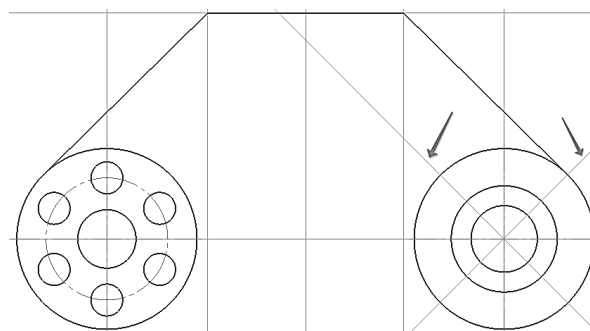

Рис. 50. Построение вспомогательных прямых
2.10.2 Команда **Вспомогательная прямая** . Задать угол наклона прямой  $45^\circ$  и  $-45^\circ$  (рис. 50).